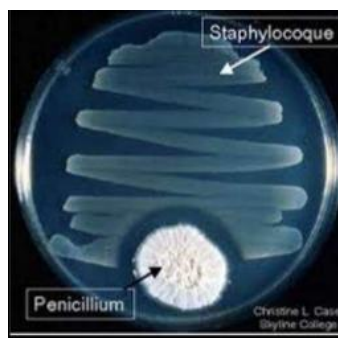

Figura 25 Inhibición del crecimiento de *Staphylococcus* debido a la excreción de metabolitos de *Penicillium*
2. Factores característicos del microorganismo, variación entre cepas, presencia de otros competidores (Figura 25).